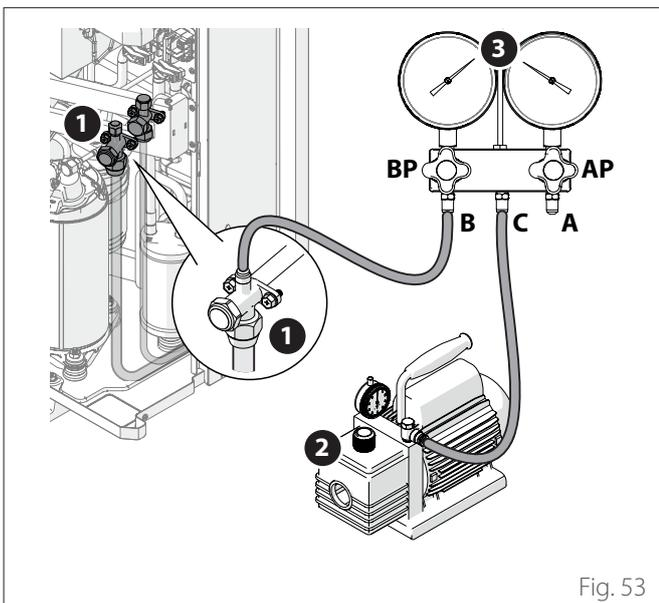

Fig. 53
- Collegare le tubazioni come indicato in figura "Fig. 53".
- Aprire leggermente per qualche secondo la valvola di arresto **(1)** e richiuderla ("Fig. 53").